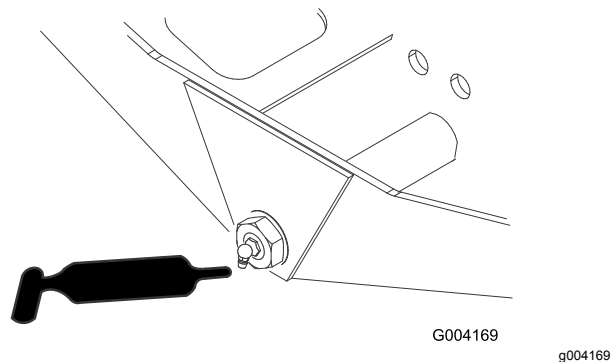

Figura 50
- Pivote de dirección (1) (Figura 50)